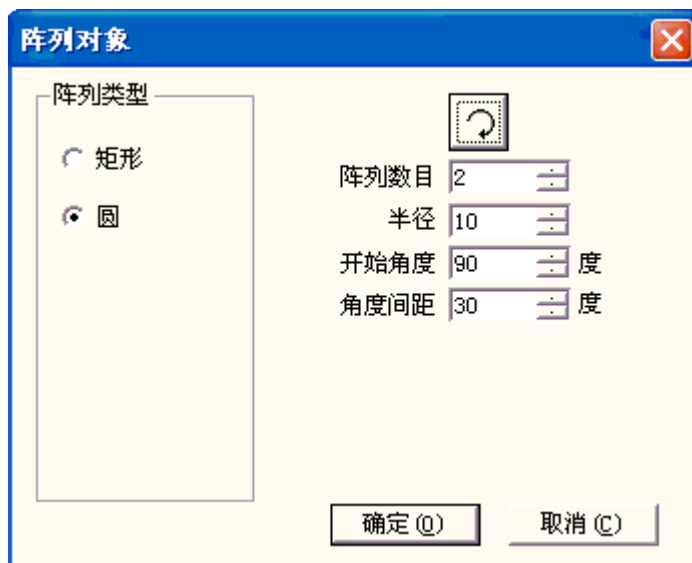

图 5-2-b 阵列对话框（圆）
**禁止改变序列号文本内容：** 勾选后，序列号阵列时不改变内容。若您选择阵列方式为圆，则会出现下图 5-2-b 所示对话框：